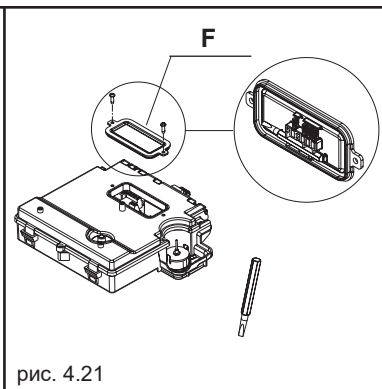
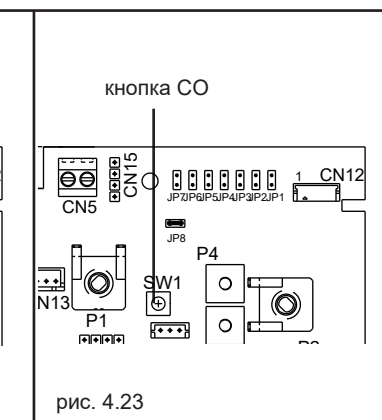

рис. 4.21
рис. 4.23
- отвинтите крепёжные винты (F) крышки, чтобы открыть клеммную колодку (рис. 4.21)
- нажмите кнопку CO (рис. 4.23) с помощью прилагаемой отвертки (рис. 4.21) и переходите к настройке следующего параметра.
- Отвинтите крепёжные винты (F) крышки, чтобы открыть клеммную колодку (рис. 4.21)
- Нажмите кнопку «CO» (рис. 4.23) один раз с помощью прилагаемой отвертки (рис. 4.21)